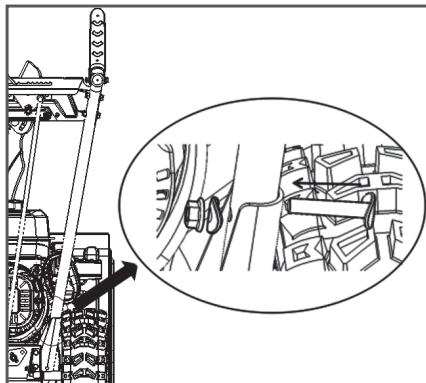

Рис. 3 Установка рабочих рукояток
- Установите рабочие рукоятки (Рис. 3). Для этого установите рукоятки в посадочные гнезда на корпусе и совместите отверстия. Прикрепите рукоятки при помощи двух болтов M8 × 40 с изогнутыми головками, двух изогнутых шайб и двух гаек M8.